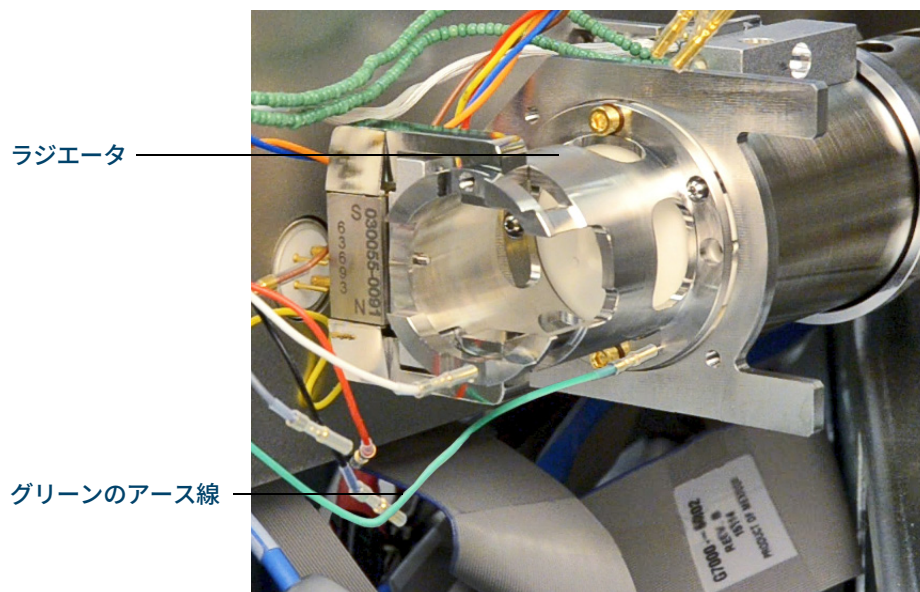

図 72 CI イオン源ラジエータ
- 2 グリーンのアース線をラジエータに接続します。(図 72 を参照してください)。